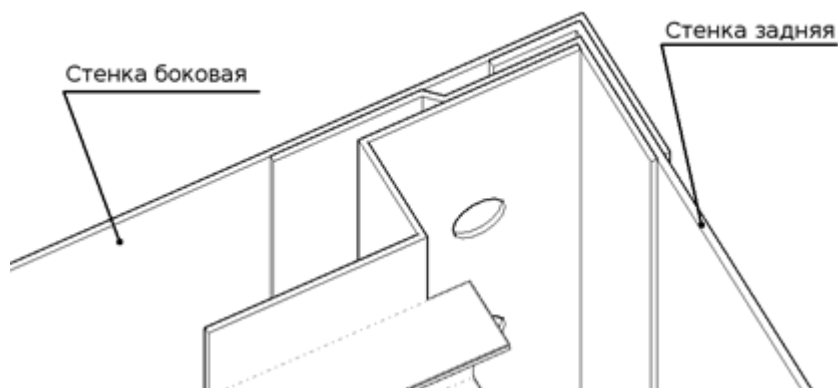

Рис. 6. Установка задней стенки.
6. Прикрепите два крепежных швеллера на таком уровне, чтобы их пазы совпали с отверстиями крепежных планок стенки боковой. Временно закрепите собранную несущую раму на боковой стенке, завернув, не затягивая, по одному саморезу на каждый швеллер (рис. 6).
10. В направляющие «Г»-образные пазы средней и боковых стенок вдвиньте две задние стенки, предварительно отвернув временно ввернутые саморезы (рис.6).